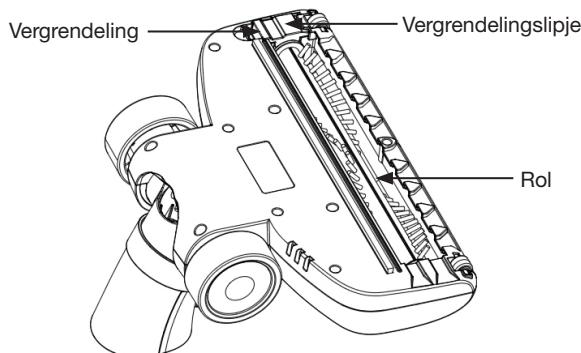
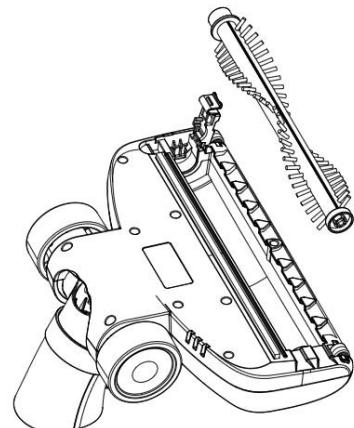

Fig. 15
Fig. 16
2. Draai de elektroborstel om (Fig. 15).
3. Druk tegen de vergrendeling aan en trek het vergrendelingslipje omhoog (Fig. 15): u kunt de rol nu uit de behuizing halen (Fig. 16).